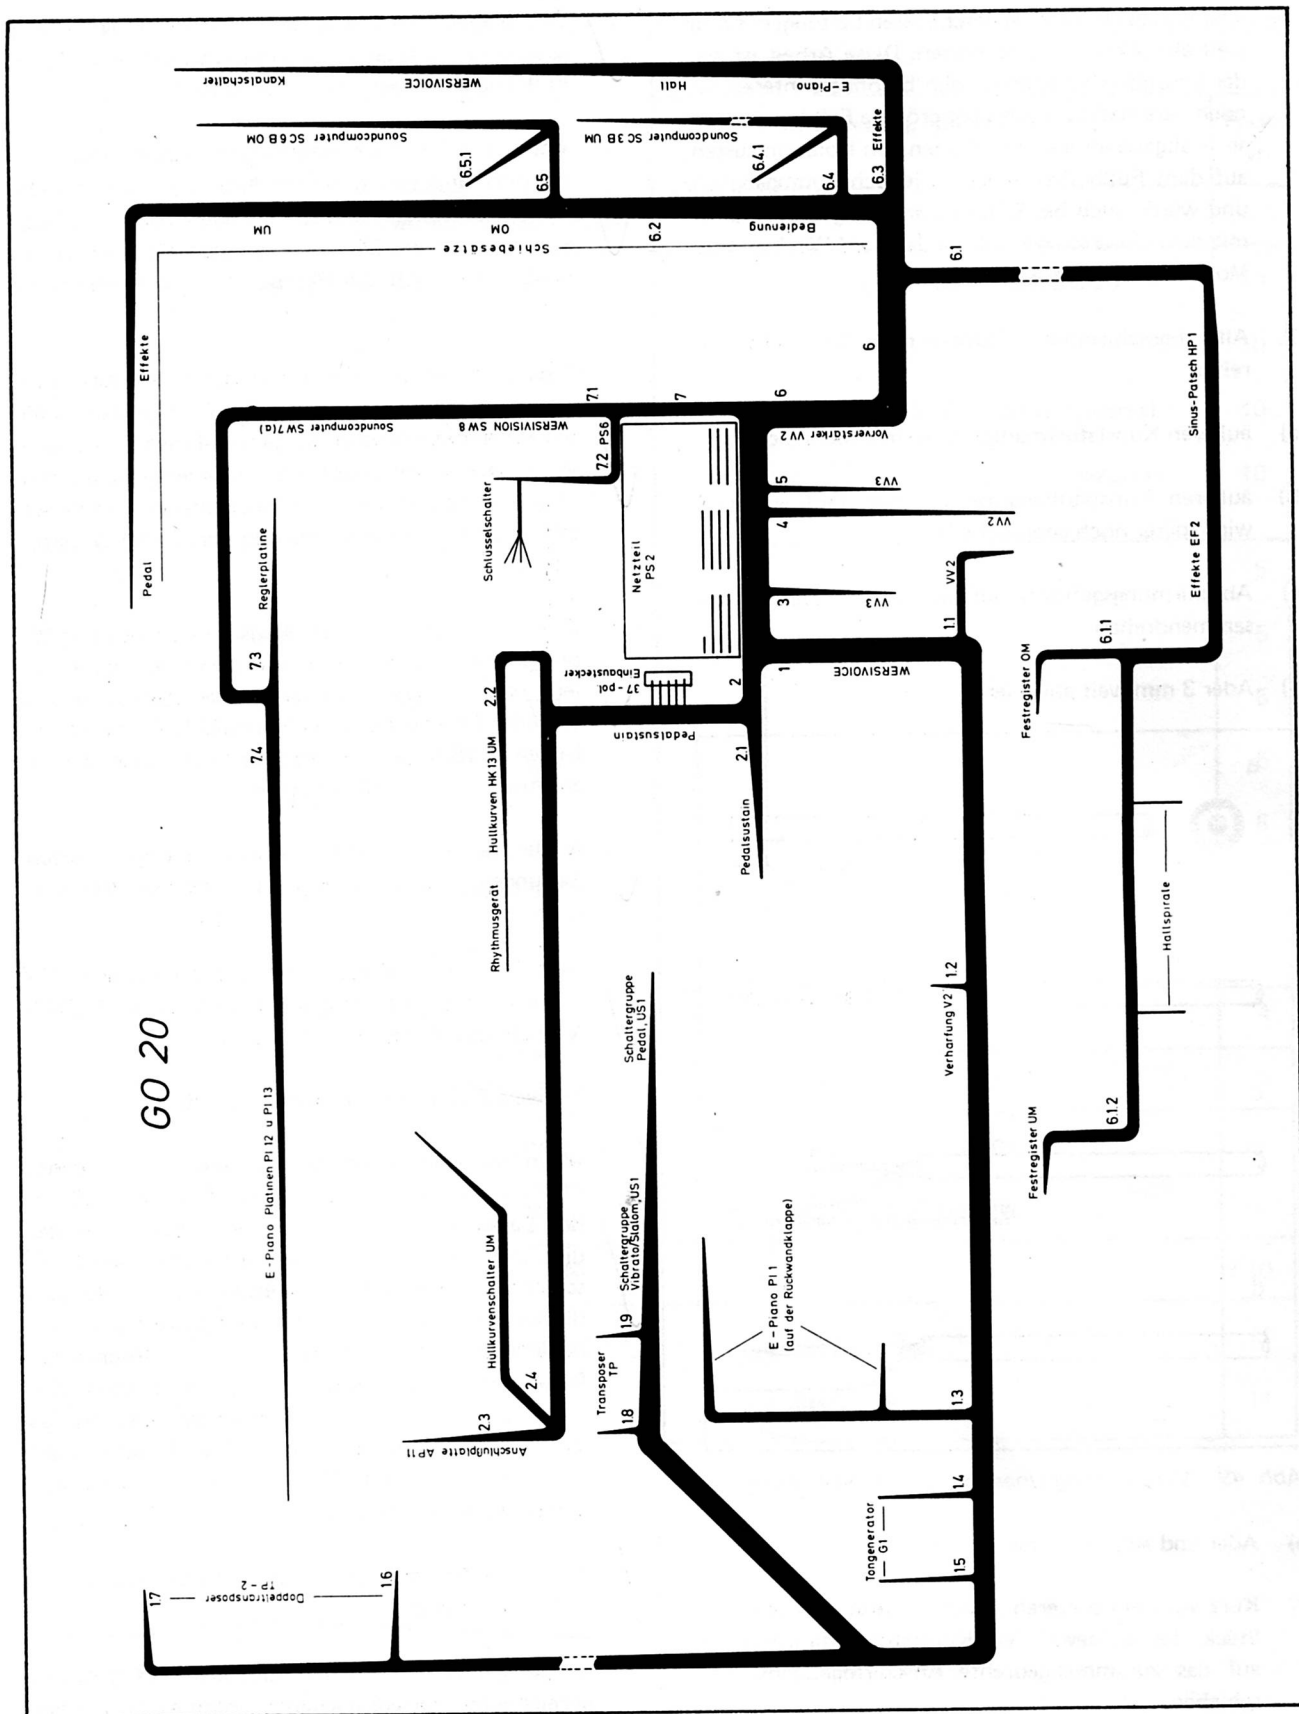
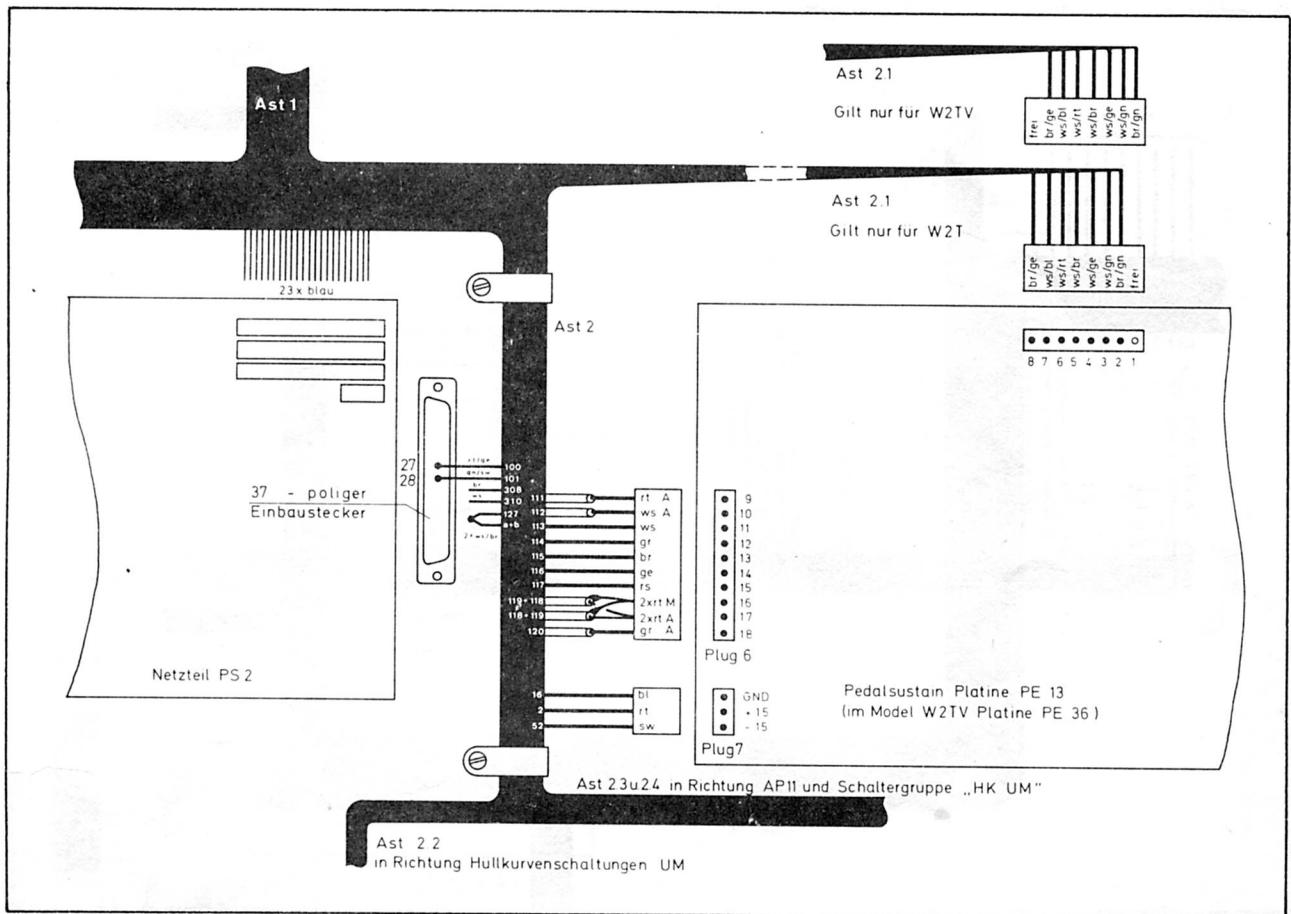

Abb. 50: Der Kabelbaum GO 20 schematisch
Abb. 59: Ast 2 im Bereich des Pedalsustains
3. Den Kabelbaum zunächst einmal zur Orientierung ausbreiten und versuchen, ihn etwa mit Abb. 50 in Einklang zu bringen. Nicht verzagen !
Die Vorbereitung des Astes 1 ist damit abgeschlos- sen, die noch verbliebenen Seitenäste 1.8 und 1.9 (Abb. 50) werden später an der Transposerplatine angelötet.
13. Jetzt zum Ast 2 – vgl. Abb. 50: Anschluß nach Abb. 59 im Bereich der Pedalsustainplatine PE 13. (In der Orgel W 2 TV ist stattdessen die etwas größere Plati-